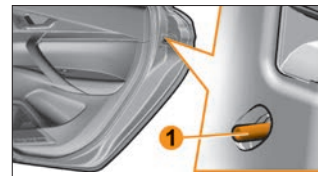

Рис. 1.3.3. Механическая блокировка замков задних дверей от открытия изнутри
Для этого нажмите рычажок **1** (рис. 1.3.3) на каждой
**Примечание.** При механической блокировке замков задних дверей для защиты детей с помощью рычажка 1 (см. рис. 1.3.3) их открытие возможно только снаружи.